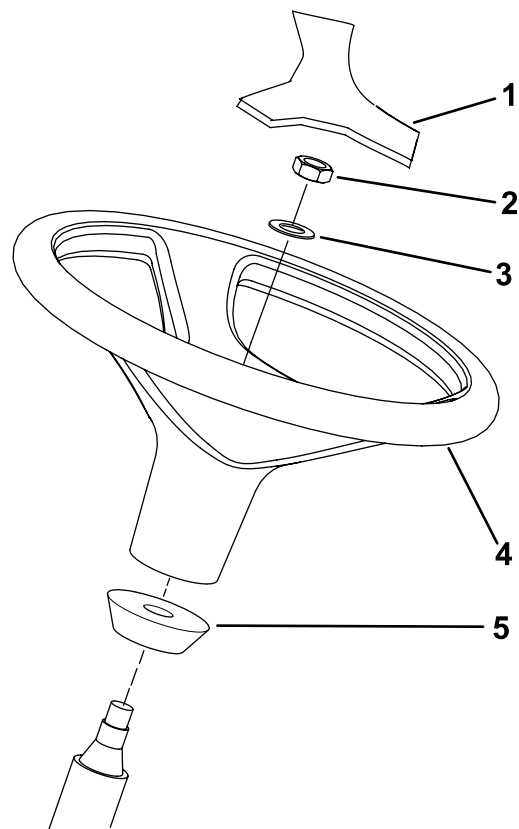

図 13
注 ステアリングシャフトについているウレタン製のカラーは外さないでください (図 13)。
3. ハンドルとワッシャをステアリングシャフトにはめ込む (図 13)。
5. ハンドルにカバーを取り付ける (図 13)。
1. 出荷台からハンドルを外す。 (図 13)